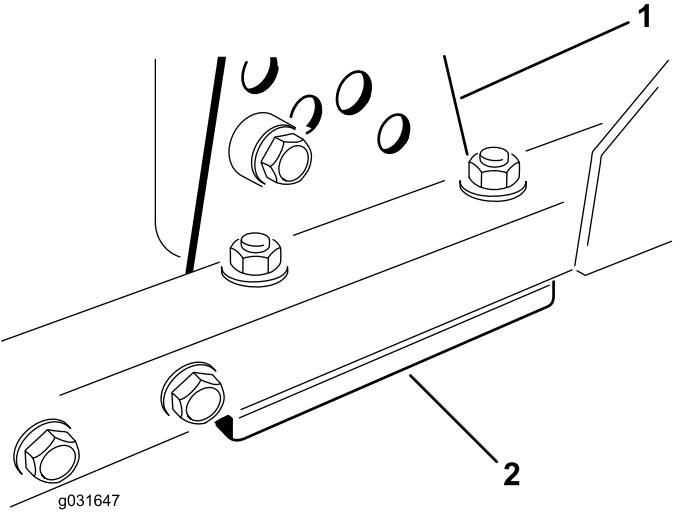

Figure 71
- Retirez le support de hauteur de coupe (avant, gauche ou droit) du cadre de l'unité de coupe (Figure 71).
- Placez des cales de 1,5 mm et/ou une cale de 0,7 mm entre le cadre et le support de l'unité de coupe pour obtenir la hauteur de coupe voulue (Figure 71).
- Montez le support de hauteur de coupe sur le cadre de l'unité de coupe en plaçant les cales restantes sous le support (Figure 71).